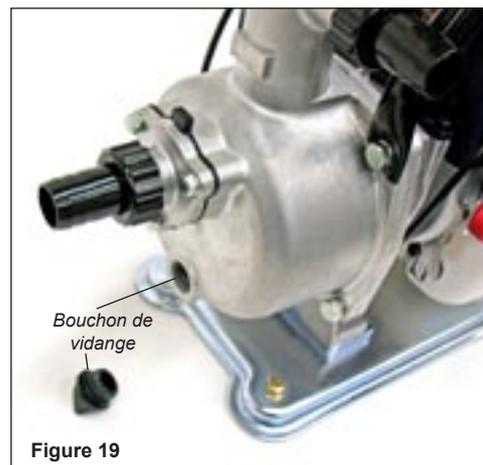

Figure 19
- Retirer le bouchon de vidange et vider l'eau du corps de la pompe. Voir figure 19.